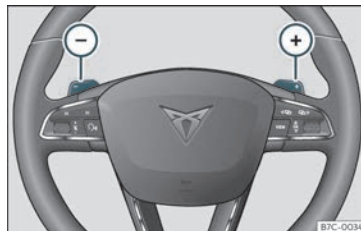

Fig. 203 Volant: palanques per a canvi automàtic.
- Premeu la lleva de canvi (+) per inserir una marxa superior »» fig. 203.